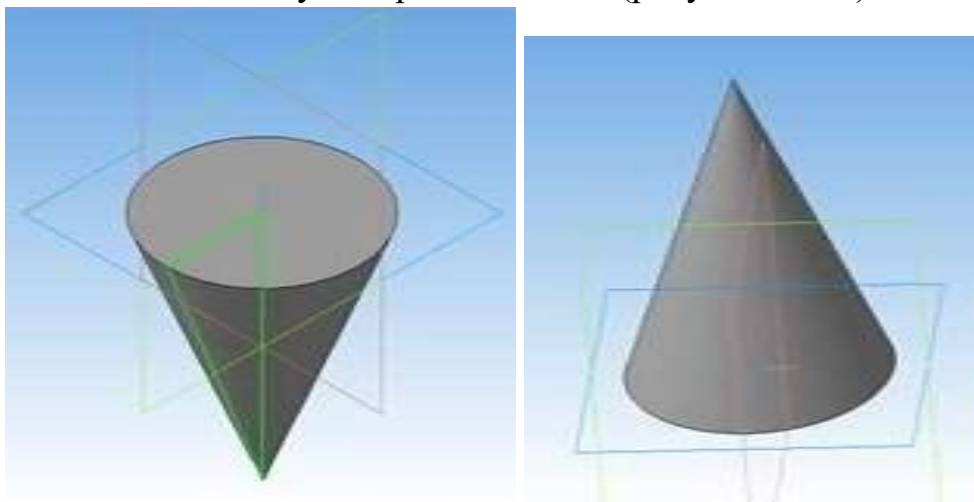

Рисунок 15.14 – Построение конуса
9. На панели свойств команды вращение выберите способ построения – сфероид, прямое направление вращения из списка направление на панели свойств и задайте угол вращения 360^0 (рисунок 15.14).